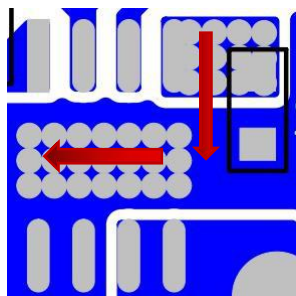

图 1
2. 输入电容应尽可能靠近芯片管脚（VIN 和 GND）。输入电源引脚可增加一个 0.1uF 的陶瓷电容以增强芯片的抗高频噪声能力。如图 1。